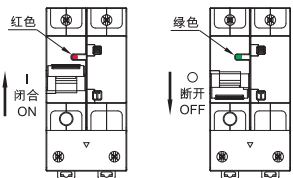

图2 闭合、断开状态指示
5.1 安装使用前请先检查断路器标志与所使用的工作条件是否相符；断路器闭合、断开状态指示如下图2。